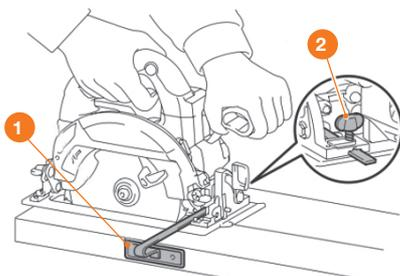

Рис. 4
- Ослабьте зажимной винт ②. Вставьте параллельную направляющую ① в основание циркулярной пилы (Рис. 4).